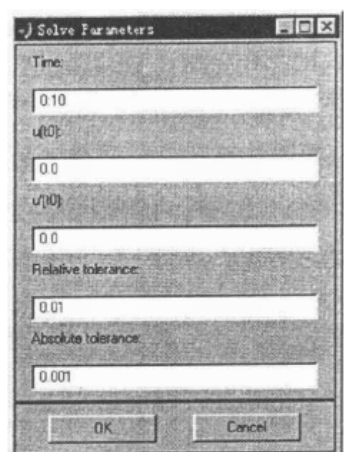

图 2-16
(2) 对于抛物型偏微分方程 (Parabolic PDEs)，解抛物型的参数是：
(3) 对于双曲型偏微分方程 (Hyperbolic PDEs)，解双曲型的参数是：(如图 2-16)